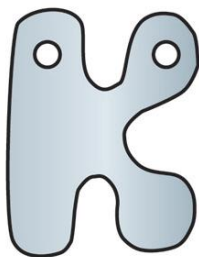

Рис. 1. Брелок из буквы «К»
1. Разработайте процесс (порядок) изготовления брелка из букв алфавита: А,Б,В,Д, О,Р,Я. (Рис.1. Образец брелка буквы «К»).